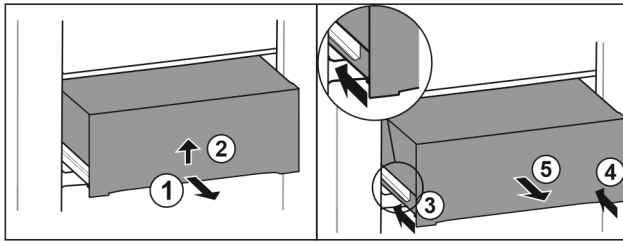

Fig. 45
- ▶ Schubfach halb herausziehen. Fig. 45 (1)
- ▶ Schubfach an der Unterseite anheben. Fig. 45 (2)
- ▶ Linke Schiene einschieben. Fig. 45 (3)
- ▶ Rechte Schiene einschieben. Fig. 45 (4)
- ▶ Schubfach nach vorne entnehmen. Fig. 45 (5)